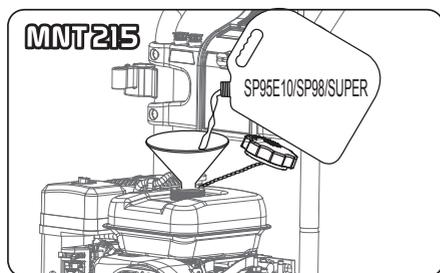

Fig.6
E. AJOUTER DU CARBURANT (Voir fig. 6 et 6 bis)
Fig.6 bis